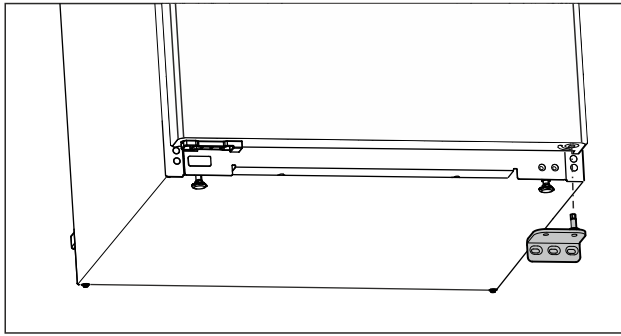

Fig. 14
- ▶ Снимите опорный кронштейн движением вниз. (см. Fig. 14)